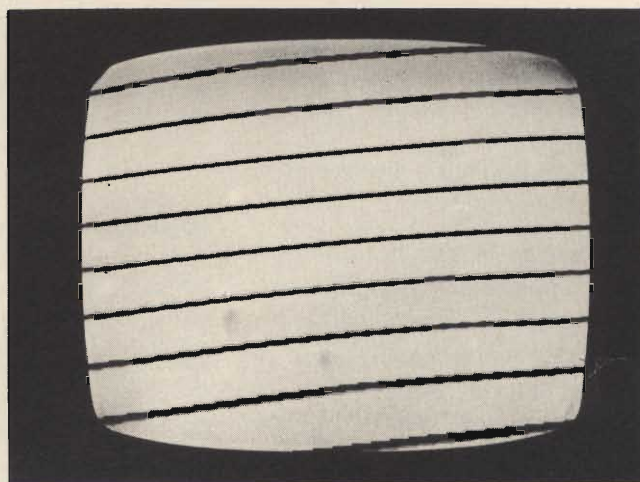
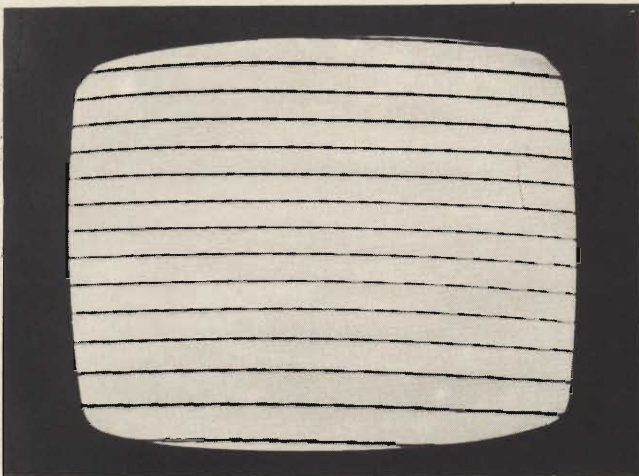

Fig. 9 - Immagine raffigurante una perdita del sincronismo orizzontale.
Fig. 10 - Immagine raffigurante una perdita del sincronismo orizzontale.
- II) La perdita del solo sincronismo orizzontale e presentare sullo schermo un'immagine simile a una della fig. 9 e fig. 10. In tal caso regolare lentamente R21 nei due sensi fino ad ottenere la perfetta sincronizzazione.